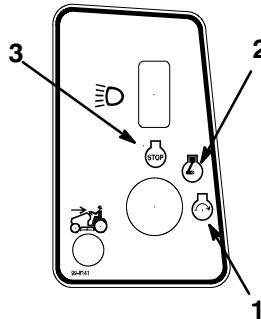

Figure 9
6. Tournez la clé de contact dans le sens des aiguilles d'une montre et maintenez-la en position de démarrage (Fig. 9). Relâchez-la quand le moteur démarre.
2. Tournez la clé de contact à la position contact coupé ("OFF") (Fig. 9).